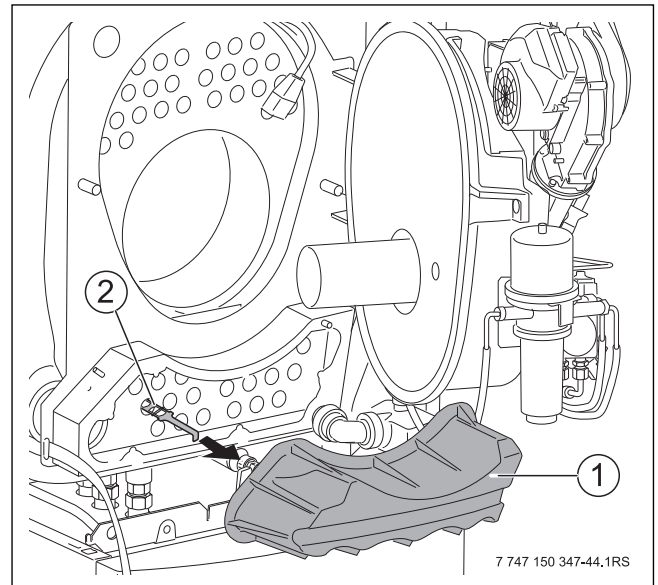

Bild 75 Turbulatoren herausziehen
- ▶ Abgasschalldämpfer (→ Bild 75, [1]) entfernen.
- ▶ Turbulatoren (→ Bild 75, [2]) entnehmen und reinigen.